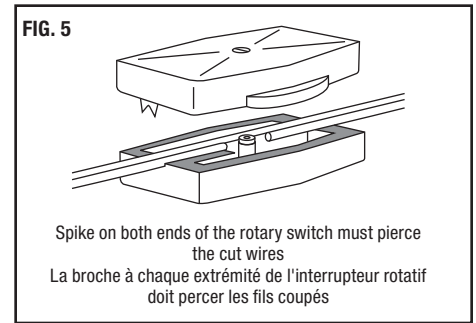

FIG. 5
6. Press switch body halves together; screw nut into switch and tighten screw [Fig. 5].
6. Presser les deux moitiés de l'interrupteur ensemble; remettre la vis et l'écrou pour réassembler l'interrupteur [Fig. 5].